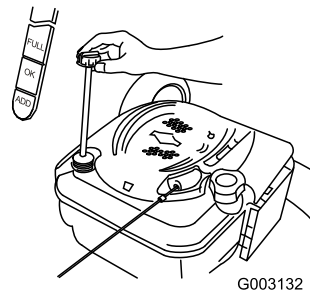

Figure 11
1. Retire la varilla, límpiela, y vuelva a colocarla (Figure 11).
2. Retire la varilla y compruebe el nivel de aceite (Figure 11). Si el nivel de aceite está por debajo de la marca Add de la varilla, vierta **lentamente** aceite en el tubo de llenado hasta que el nivel llegue a la marca Full de la varilla. **No llene demasiado.** (Capacidad máxima: 0,6 l, tipo: SAE 30W, aceite detergente con clasificación de servicio API SF, SG, SH, SJ, SL o superior.)